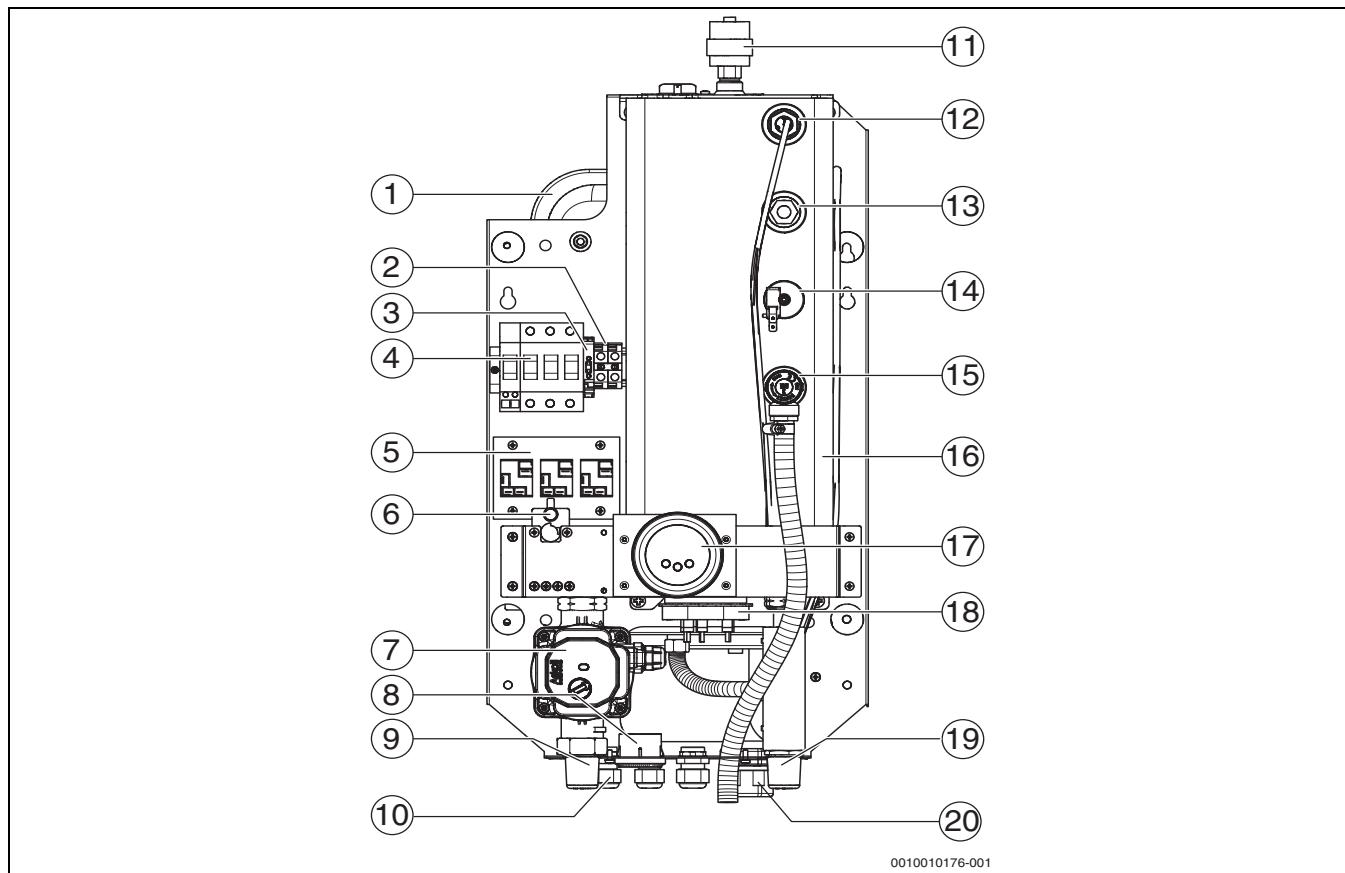

Рис. 1 Функциональные элементы котла Tronic Heat 3500 4-12 кВт
- ▶ Не перекрывайте предохранительный клапан (→ Рис. 1, стр. 8, [15])